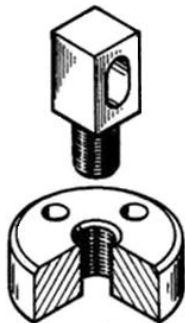

Рис. 115. Резьбовое соединение непосредственным свинчиванием.
1. соединения, осуществляемые непосредственным свинчиванием деталей без применения специальных соединительных частей (рис. 115);